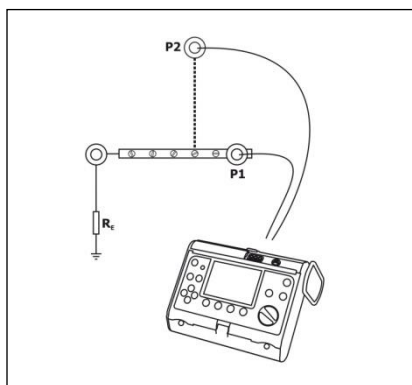

Рис. 16. Подключение прибора.
- подключить провода измерителя к гнезду стенда, как на Рис.16;